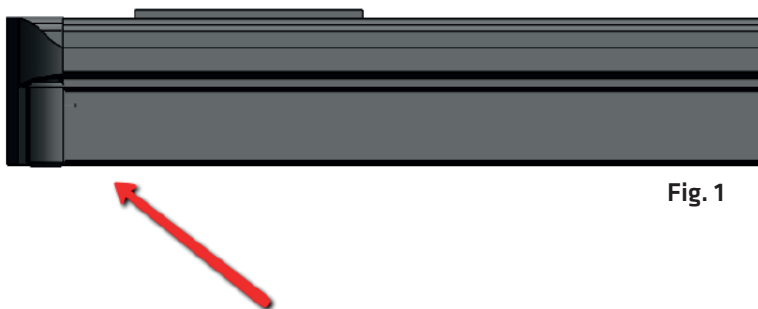

**Fig. 1**
**1.** Motoren er placeret i markisens venstre side, set udefra. For få adgang til justeringsterminalen skal markisen åbnes lidt, ca. ½ meter. Markisen leveres med et justeringsværktøj, som skal bruges til at justere motoren med. Har man mistet dette værktøj kan man bruge en almindelig umbraco-nøgle. (se fig.1)